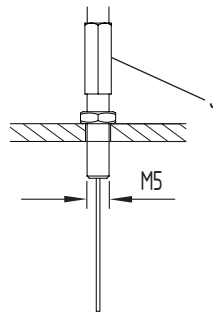

Figure 9
- Vis de réglage M5 J en vue de fixation à l' extrémité du flexible (voir figure 9)